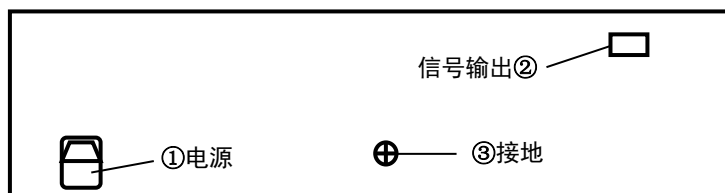

图 2 后面板示意图。
后面板如图 2 所示。其中①电源插座、②检测器信号输出、和③接地。将电源线后插头插入①中，确认插到底。电源线的前插头插入实验室电源座上，确认接触良好。将信号线连接到信号采集处理设备\*。